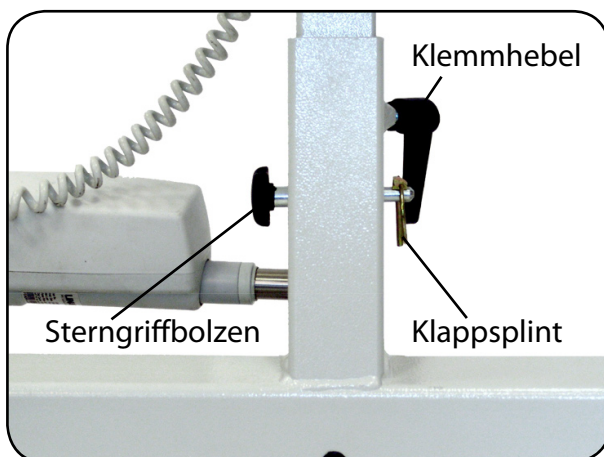

Abb. 8.7.02 – Standmast lösen
8. Entfernen Sie den Sterngriffbolzen mit Klappsplint aus der Bohrung und schrauben Sie den Klemmhebel weitmöglichst heraus (Abbildung 8.7.02).